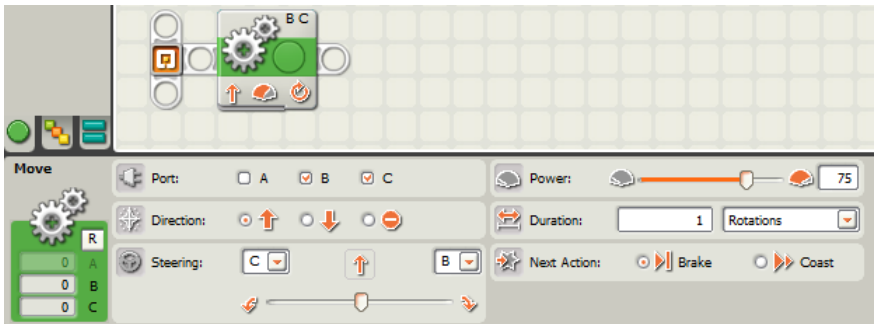

**Рис. 2.5.** Пример программы к заданию 21
- Не создавая программу на рис. 2.5 прочитайте её. Какие настройки соответствуют каждому блоку программы?